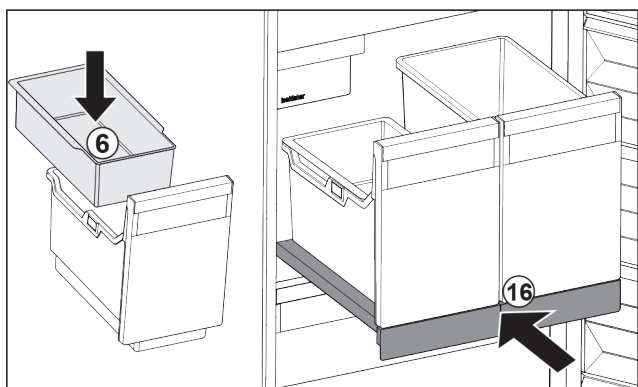

Fig. 176
- ▶ Helyezze be a jégkockák beakasztható tálcáját Fig. 176 (6).
- ▶ Tolja be a kihúzható rácsot a tárolóval (IceTower) együtt. Fig. 176 (16)